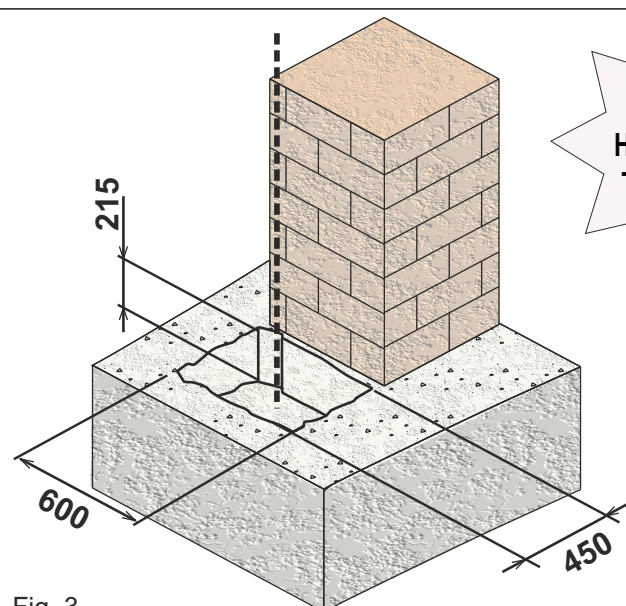

Fig. 3
- 2.1. Preparar, según las medidas que se muestran en la Fig. 3, una excavación de hormigón en el cuyo interior se tapiará la caja de fundación